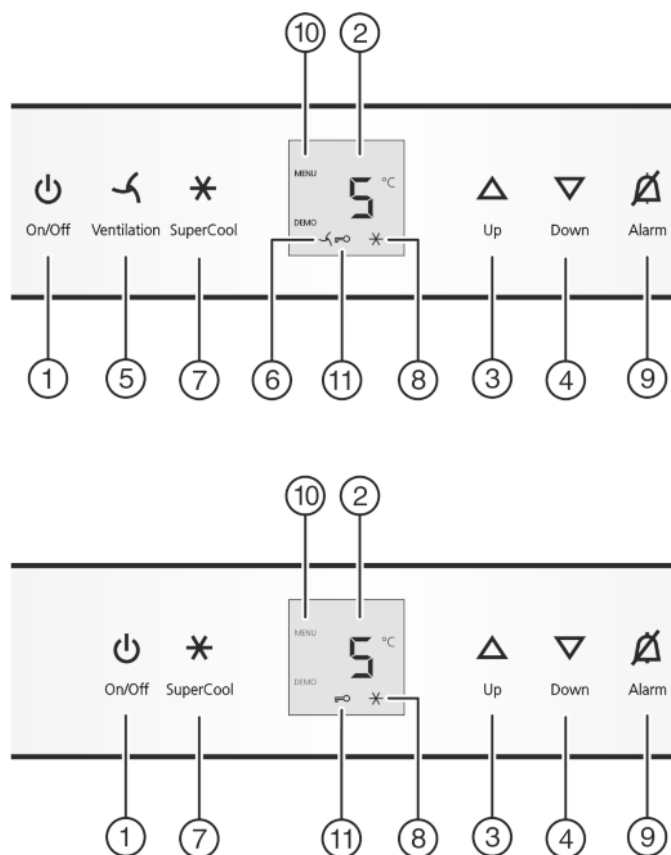

Fig. 2
- ▶ Nyomja meg a On/Off gombot *Fig. 2 (1)*.
- ▶ Aktiválja a beállítási módot: Nyomja a SuperCool gombot *Fig. 2 (7)* kb. 5 mp-ig.
- ▶ A jóváhagyáshoz nyomja meg röviden a SuperCool gombot *Fig. 2 (7)*.
- ▶ A gyermekbiztosíték bekapcsolásához nyomja meg röviden a *Fig. 2 (7)* SuperCool gombot.
- ▷ A gyermekbiztosíték ikonja *Fig. 2 (11)* világít. A kijelzőn **c** villog.
- ▶ A gyermekbiztosíték kikapcsolásához nyomja meg röviden a SuperCool gombot *Fig. 2 (7)*.
- ▷ A gyermekbiztosíték ikon *Fig. 2 (11)* kialszik. A kijelzőn **c** villog.
- ▶ Beállítási mód kikapcsolása: Nyomja meg a be/ki gombot *Fig. 2 (1)*.
- ▶ Nyomja meg a riasztás gombot *Fig. 2 (9)*.
- ▶ Hőmérséklet melegebbre állítása: Nyomja meg a Up állító gombot *Fig. 2 (3)*.
- ▶ Hőmérséklet hidegebbre állítása: Nyomja meg a Down állító gombot *Fig. 2 (4)*.
- ▶ Nyomja meg röviden a SuperCool gombot Fig. 2 (7).
- ▷ A SuperCool ikon Fig. 2 (8) világít a kijelzőn.
- ▷ A SuperCool ikon Fig. 2 (8) kialszik a kijelzőn.